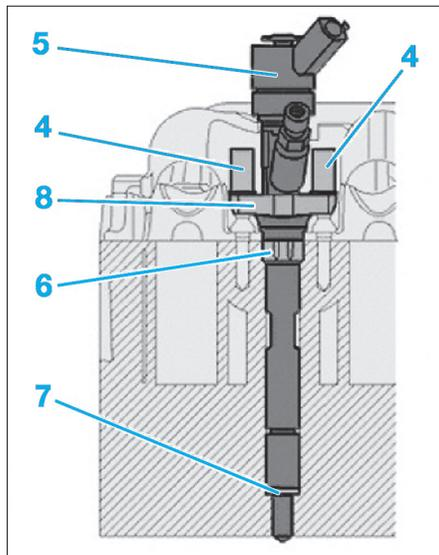

Fig. 36
- Pour chaque injecteur (Fig.36) :
- desserrer progressivement et alternativement les 2 écrous (4) puis les déposer,
- déposer l'injecteur (5),
- récupérer la bague de centrage (6) et le joint d'étanchéité (7).